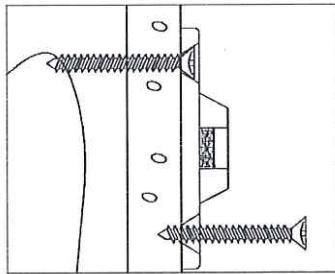
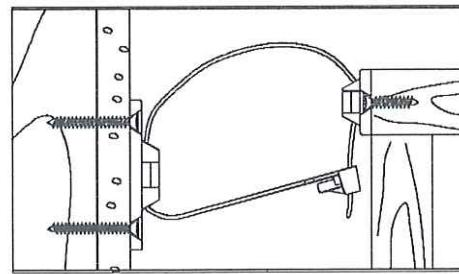

Figure 2
Figure 3
**3) INSTALLATION DU SUPPORT MURAL:** Placez le support latéral mural le long des marques du montant choisi de manière à ce qu'il soit voisin au support latéral du meuble lorsque le meuble sera placé à son emplacement final. Le support mural devrait être situé à 2,54cm (1 POUCE) plus bas que le support latéral du meuble (voir la Figure 3). Utilisez les DEUX vis longues pour fixer le support latéral mural au mur. Souvenez-vous de placer le support latéral mural à la verticale de manière à ce que les deux vis s'insèrent dans les montants choisis (voir la Figure 2).